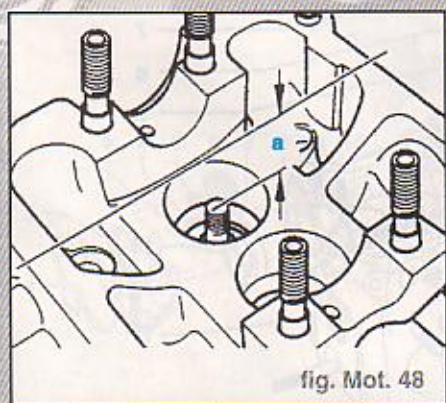

fig. Mot. 48
- mesurer l'écart entre la queue de soupape et le bord supérieur de la culasse : cote "a" (fig. mot. 48).